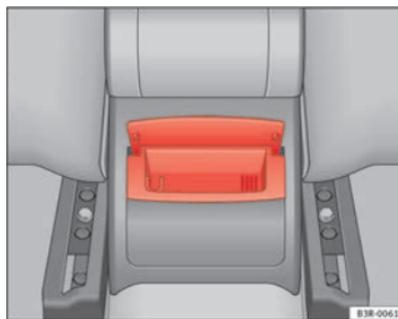

Fig. 123 Cenicero trasero
- Tome la carcasa por la tapa abierta ⇒ fig. 123 y extráigala hacia arriba. ▶